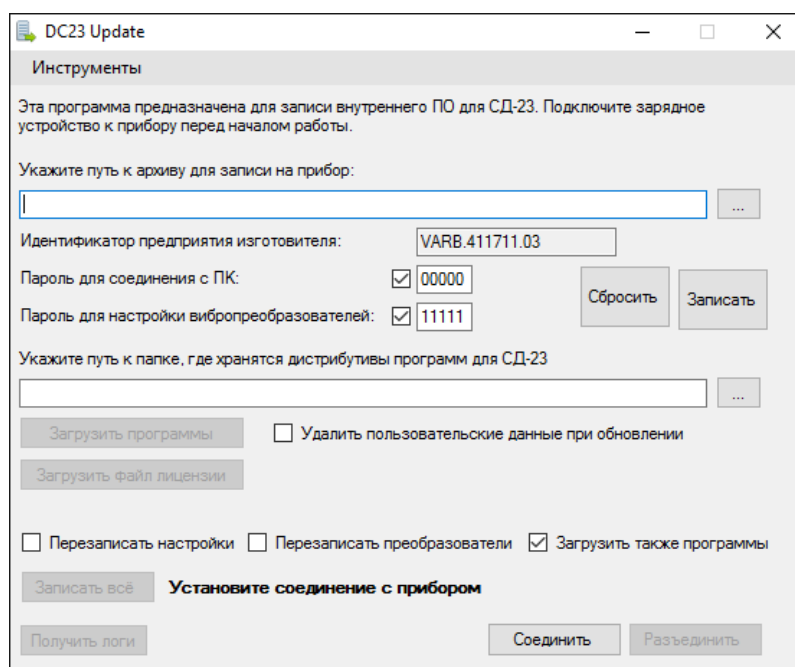

Рисунок 12.1. Внешний вид основного окна программы ShellWriterClient(DC23 Update).
4. Запуск программы сопровождается формированием окна (см. рис. 12.1).
5. В окне «Укажите путь к архиву для записи на прибор», рисунок 12.1, нажать кнопку  и указать расположение zip архива(предоставляется в стандартном комплекте с прибором на Flash-носителе) с загрузкой программного обеспечения виброанализатора СД-23.